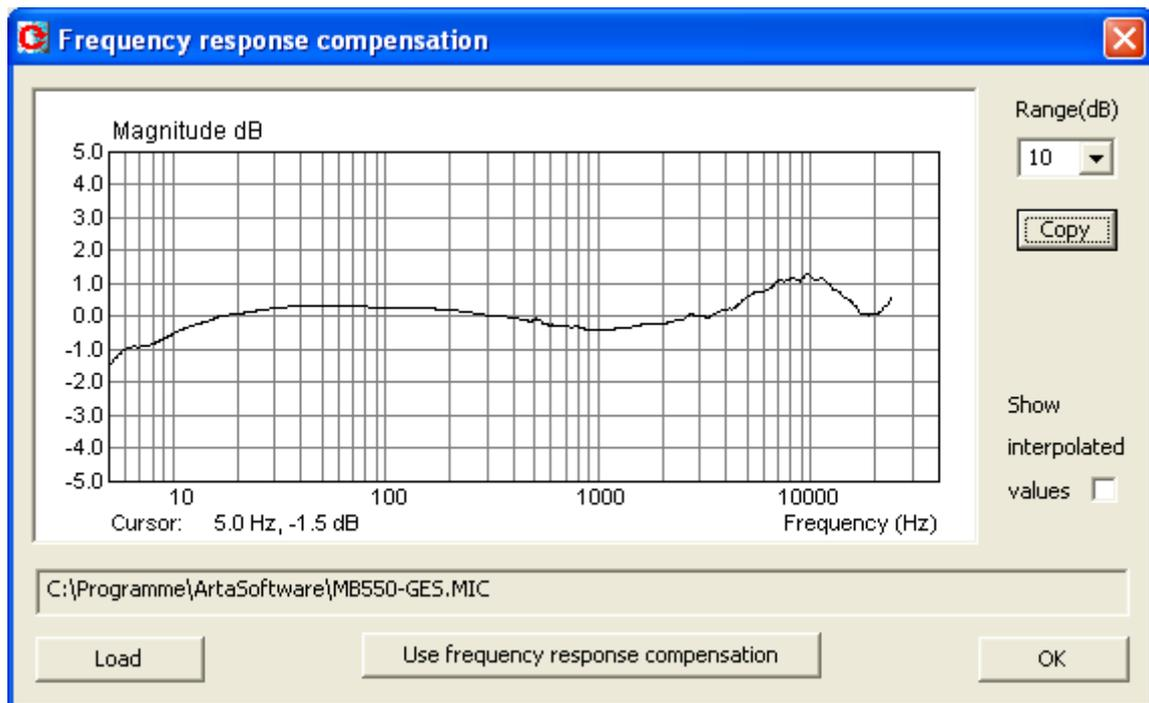
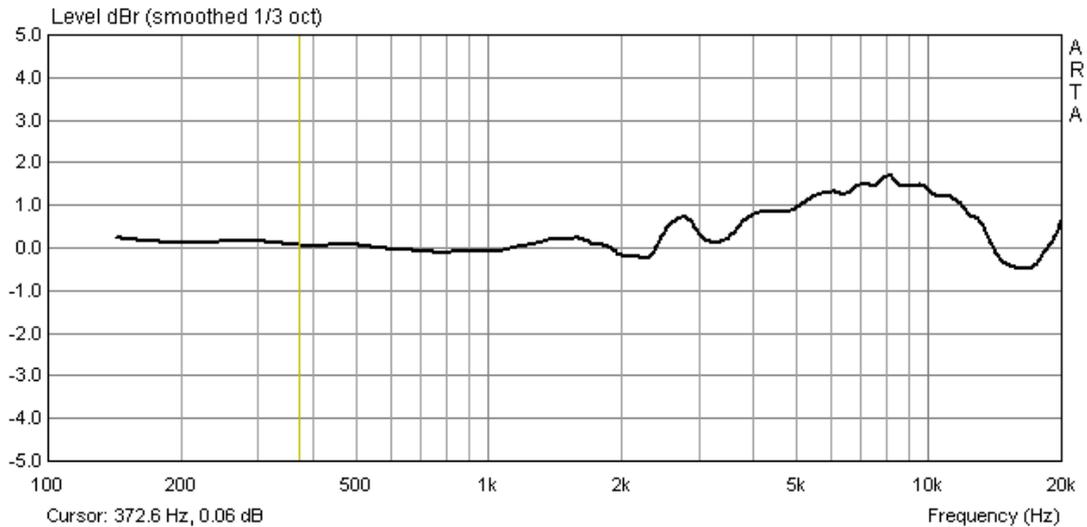
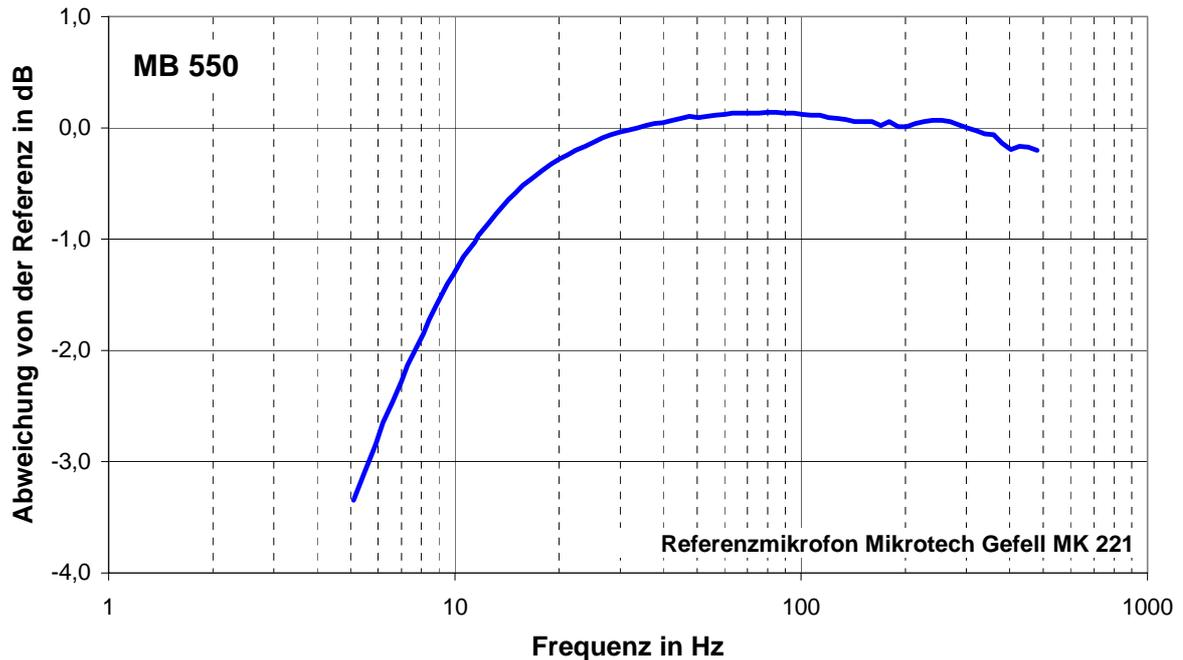

Bild 5.11: Menü Frequenzgangkompensation
Bild 5.14: Abweichungen des Frequenzganges zur Referenz auf Achse
Bild 5.17: MB 550, Abweichungen vom Referenzfrequenzgang
**a) Laden Sie die Korrekturdatei .MIC mit ‚Load‘ (siehe Bild 5.11).**
**b) Aktivieren sie die Kompensation durch ‚Use frequency response compensation‘(Bild 5.11)**
Bild 5.14 zeigt das Ergebnis dieser Operation. Die Abweichungen im Frequenzbereich von 150 Hz bis 20 kHz liegen in einem Band von max. +/- 1,25 dB.
Bild 5.17 zeigt das mit STEPS ermittelte Ergebnis für das Mikrofon MB 550 für den Frequenzbereich von 5 bis 500 Hz. Wird diese Kompensationskurve mit dem Ergebnis aus dem vorangegangenen Abschnitt zusammengefügt (siehe Bild 5.14), so erhalten Sie eine Kompensationsdatei für den gesamten Frequenzgang von ca. 5 Hz bis 20 kHz wie z.B. in Bild 5.11 gezeigt.